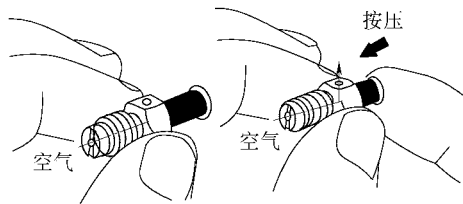

图 2-5 检查省油量孔
(3) 检查省油量孔。按压省油量孔开和关动作是否正常，如图 2-5 所示。